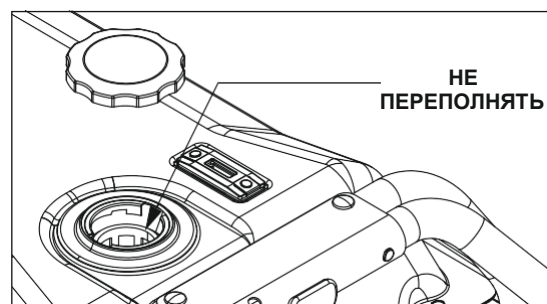

Рисунок 6 – Уровень топлива
- Постепенно заливайте бензин в горловину бака. **Будьте осторожны, не переполняйте бак!** (Рис. 6)